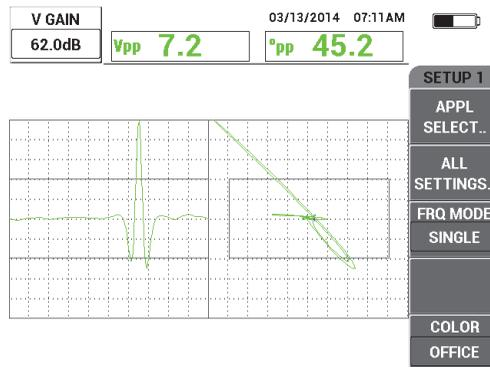

Figura 5-16 Ajuste de la ganancia vertical
- Pulse dos veces la tecla GAIN (**dB**) para acceder al parámetro V GAIN y, después, ajuste el valor de ganancia vertical con la rueda de ajuste hasta que la señal alcance la parte superior de la pantalla, que representa el 100 % de la pantalla. Vea la Figura 5-16 en la página 150.